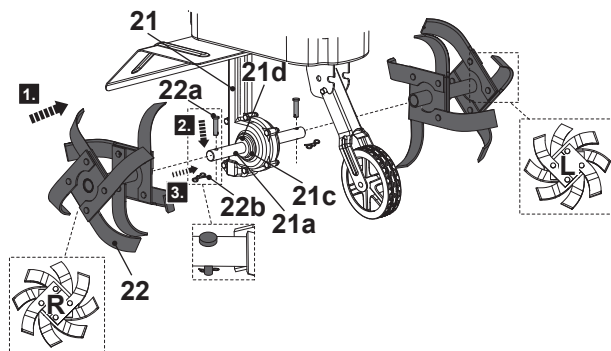

Fig. 2
1. Alinhe e monte a ponteira (22) no eixo (21a). Certifique-se de que o vedante (21c) e a tampa de pó (21d) estão colocados na posição (fig. 2, passo 1).
2. Rode a ponteira (22) até que os orifícios de montagem estejam alinhados.
3. Passe o parafuso (22a) através dos orifícios de montagem (fig. 2, passo 2).
4. Segure a ligação passando a tala (22b) através do orifício do parafuso (22a) (fig. 2, passo 3).